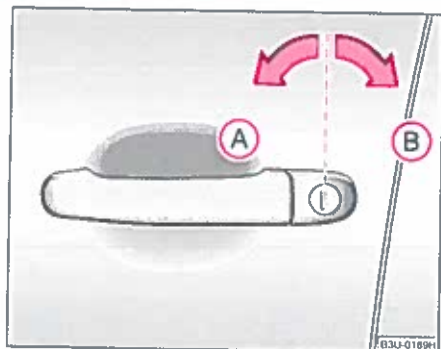

Fig. 22 Drejning af nøglen til oplåsning og låsning.
- Nøglen sættes i førerdøren og drejes i åbningsposition (A) ⇒ fig. 22 ved at dreje mod venstre.
- Nøglen sættes i førerdøren og drejes i låsningssposition (B) ved at dreje mod højre ⇒ fig. 22.